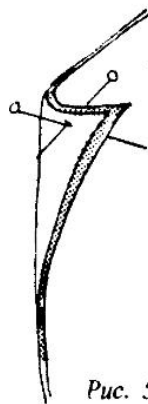

Рис. 52
2. Переверните деталь изделия, чтобы с помощью булавок перенести все метки на нижней слой ткани (рис. 52).